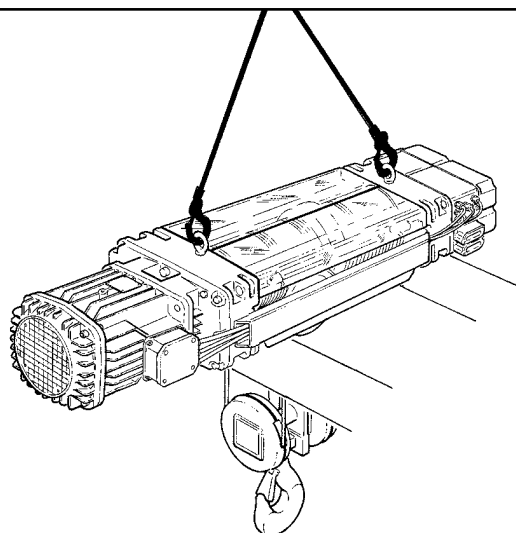

fig. 164
- Collocare un'imbracatura a due tiri connettendo le estremità di presa entro i golfari (fig. 164) del paranco.